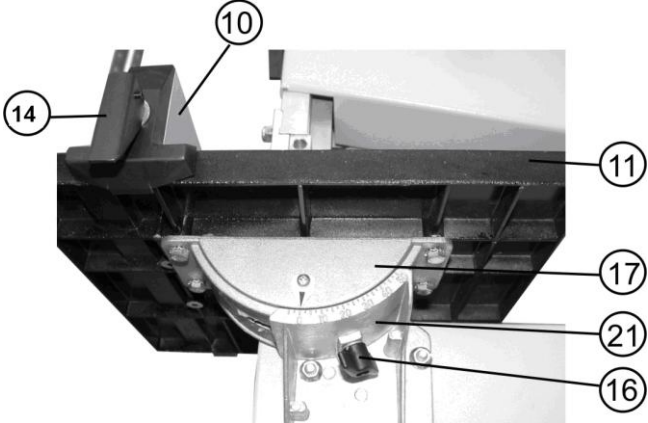

Рис.5
- 10.2. Установка подвижного упора (Рис. 5)**
- Как показано на Рис.5, в зацепление за край рабочего стола (11) установите подвижный упор (10). Фиксация положения подвижного упора (10) определяется вращением и опусканием/подниманием ручки фиксации (14).
11.1. Установка рабочего стола под прямым углом к пильной ленте (Рис. 5, 6)